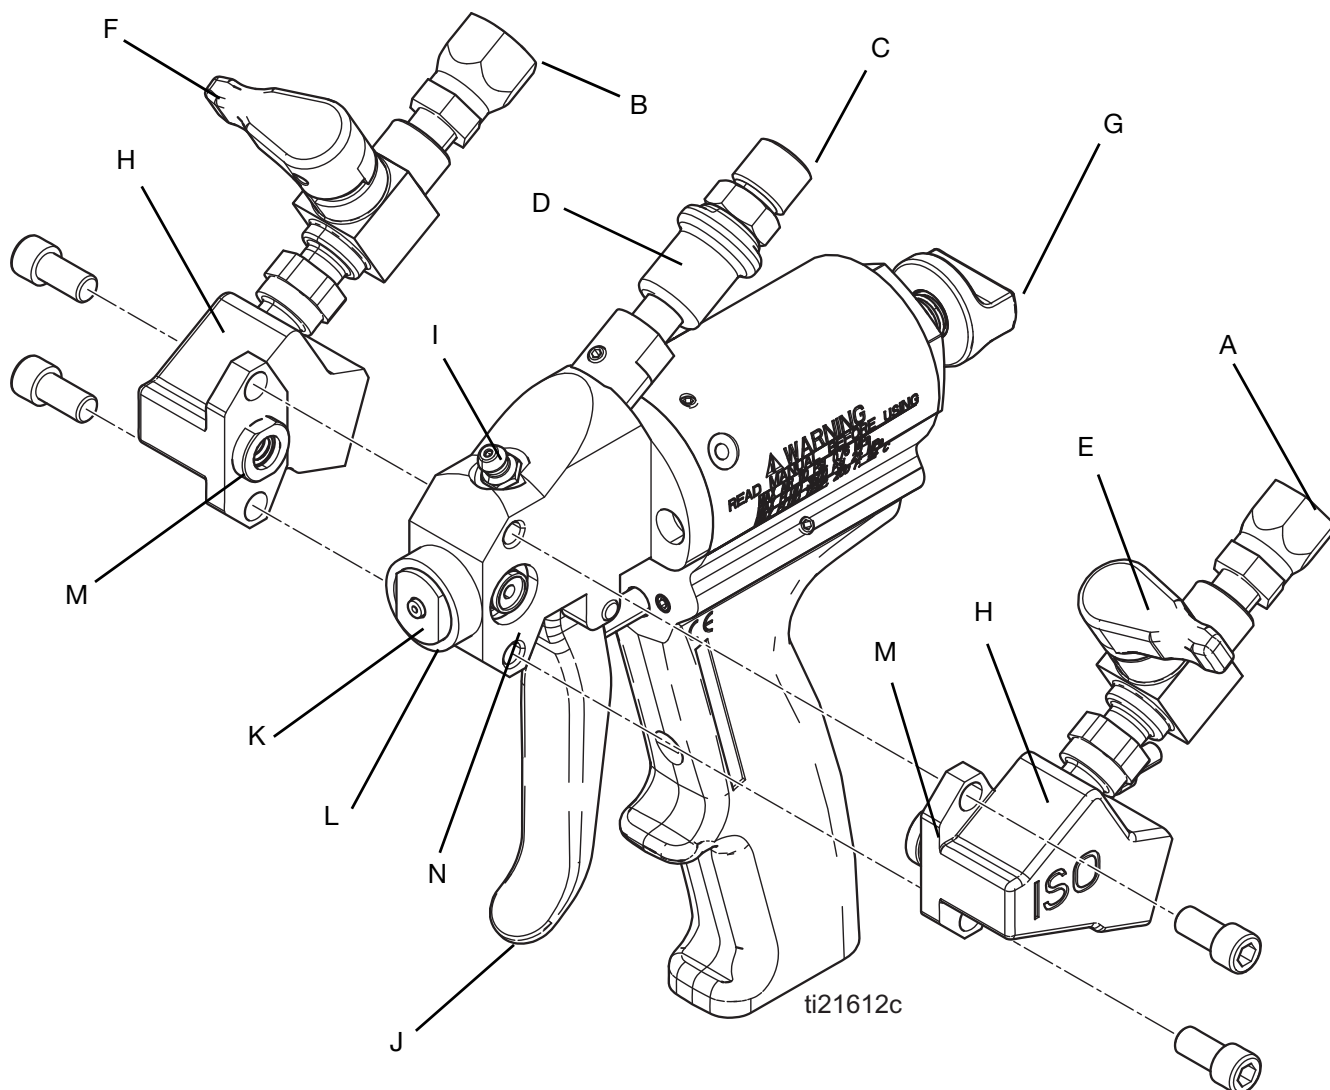

図 1 Probler P2コンポーネント
3. ピストン安全ロック (G) を掛けます。**ピストン安全ロック**、12 ページを参照してください。
4. イソシアネートA側ホースをJIC ISOホース接続部 (A) に接続し、レジンB側ホースをP2のJIC RESホース接続部 (B) に接続します。図 1、8 ページを参照してください。
5. P2に付属の1/4インチNPSエアホースをエアホース接続口 (C) に接続します。図 1、8 ページを参照してください。